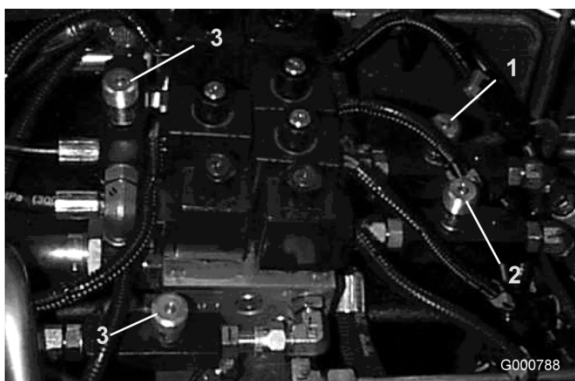

Figura 74
1. Localize as válvulas em baixo do banco para ajustar as unidades de corte dianteiras (Figura 74).
9. Localize as válvulas em baixo do banco para ajustar as unidades de corte laterais (Figura 74).